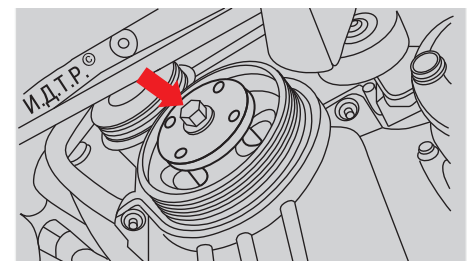

Рис. 5.21. Установка шкива коленчатого вала двигателя Duratec объемом 1,3 л
6. С помощью болта крепления шкива коленчатого вала и специального приспособления, опирающегося на сальник через окно в шкиве (рис. 5.21), запрессуйте сальник в корпус масляного насоса.